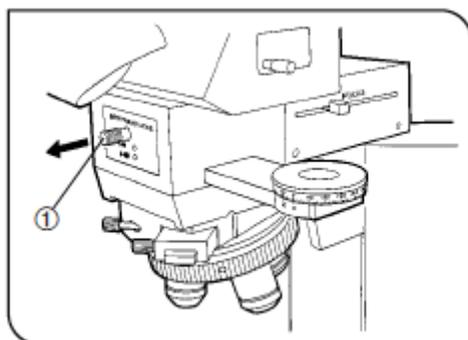

图 25
2. 拔出 Bertrand 镜头旋钮①到出（○）位置（图 25）。
5. 推入 Bertrand 镜头旋钮①到入（●）位置，进行锥光观察。